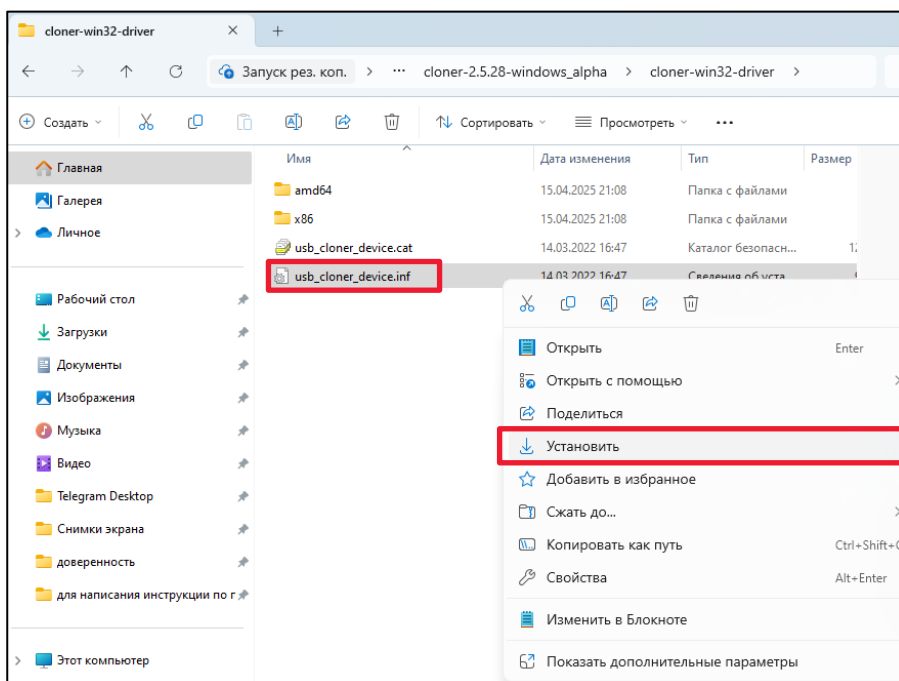

Рисунок 16. Установка/обновление драйвера
- Правой кнопкой мыши кликнуть на **usb_cloner_device.inf** → **Установить** (Рисунок 16);